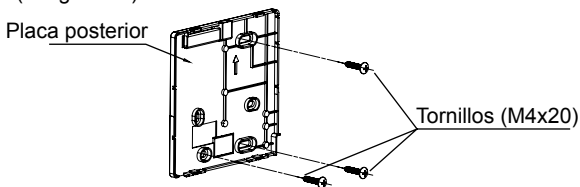

Imagen 3-3
- Para un montaje expuesto, fije la placa posterior a la pared con 3 tornillos (M4x20) y tapones. (Imagen 3-3)